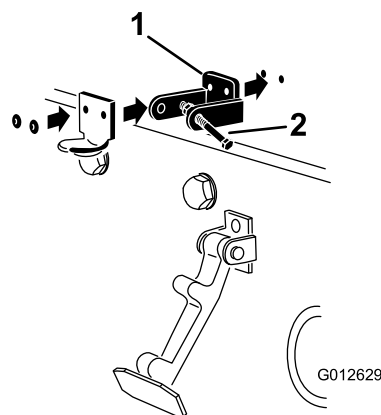

Рисунок 4
4. Совместите отверстия в стопорном кронштейне по стандарту СЕ и кронштейн защелки капота с отверстиями в капоте (Рисунок 4).
6. Приклепайте кронштейны и шайбы к капоту (Рисунок 4).